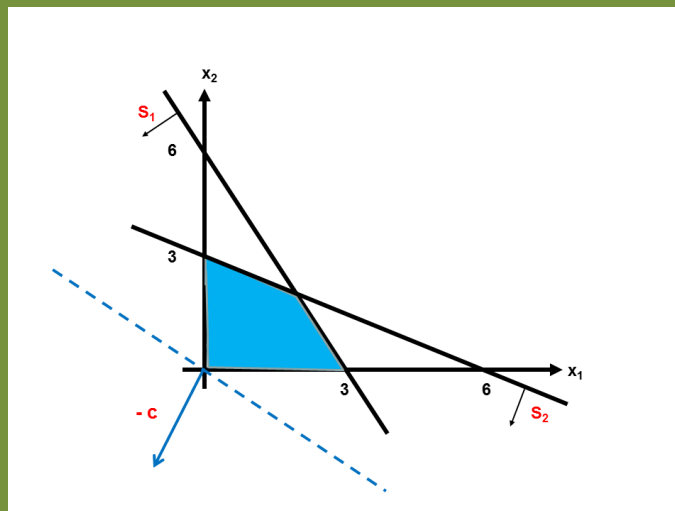

Figura 2.6: Minimización: Resolución gráfica.
- En la Figura 2.6 podemos ver que ahora el mejor punto es el origen de coordenadas.